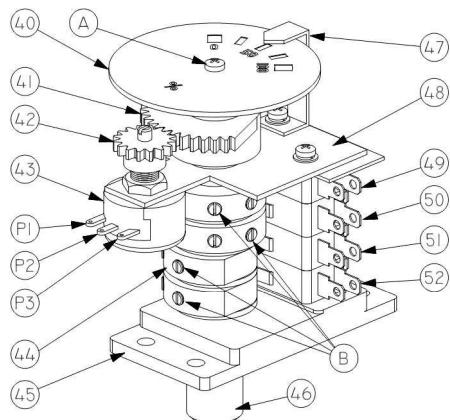

Рис. 2 Индикатор положения затвора арматуры
Электропривод состоит из следующих узлов и деталей (рис.1): электродвигателя (1); силового редуктора, в состав которого входит: червячный редуктор (11, 16), червячный редуктор маховика ручного дублера (13,19) и планетарная передача (18); двухсторонней муфты ограничения крутящего момента (моментной муфты) (4); ограничителя хода выходного вала (6); индикатора положения затвора арматуры (40, 47) (рис.2); выходного вала (15); механических упоров открытия и закрытия (9,10); клеммной колодки контактных соединений (23) и корпусных деталей.
Вращение электродвигателя (1) через прямозубую цилиндрическую шестерню (2) передается на червячный редуктор (11, 16), который соединен через планетарную передачу (18) с муфтой сцепления (20). Вращение муфты сцепления обеспечивает вращательное движение выходного вала (15). Выходной вал электропривода механически связан с индикатором положения затвора арматуры (40, 47) (рис.2) и ограничителем хода
Ограничитель хода выходного вала (6) механически связан с выходным валом (15). При достижении ограничителем хода выходного вала заданных параметров микровыключатели (49, 50, 51, 52) (рис.2) отключают электропитание электродвигателя.
Индикатор положения затвора арматуры (40,47) (рис. 2) механически связан с валом ограничителя хода выходного вала. После надлежащей настройки указания индикатора соответствуют определенным положениям затвора арматуры независимо от режима работы электропривода – ручного или электрического.